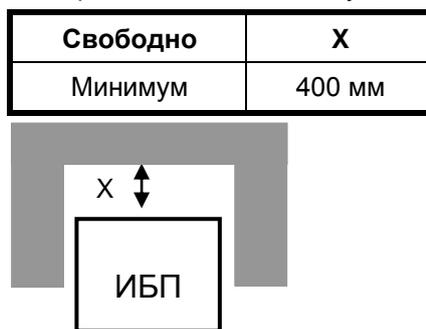

Рис. 3.1: Рекомендация по установке ИБП
- с задней стороны имеется минимум 40 см свободного пространства для обеспечения надлежащего охлаждения (см. рис. 3.1 и 3.2);